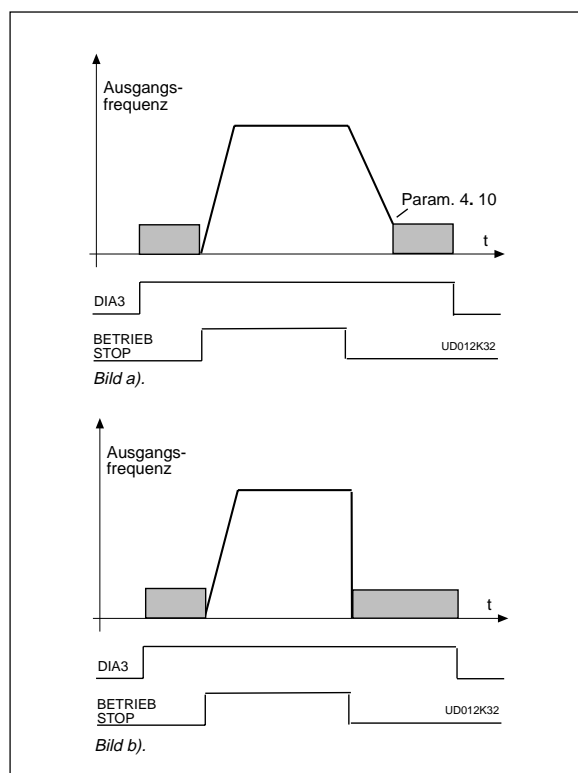

Bild 6.5-1 DIA3 als DC-Brems-Befehl:
- 9: DC-Bremsung bei Stop Kontakt geschl. = Bei Stop Befehl wird mit Gleichstrom gebremst, solange der Kontakt geschlossen ist, siehe Bild 6.5-1. Der Bremsstrom wird mit Par. 4. 8 vorgegeben.
- 9: DC-Bremsung Kontakt geschl. = Bei Stop Befehl wird mit Gleichstrom gebremst, solange der Kontakt geschlossen ist, siehe Bild 6.5-1. Der Bremsstrom wird mit Par. 4. 8 vorgegeben